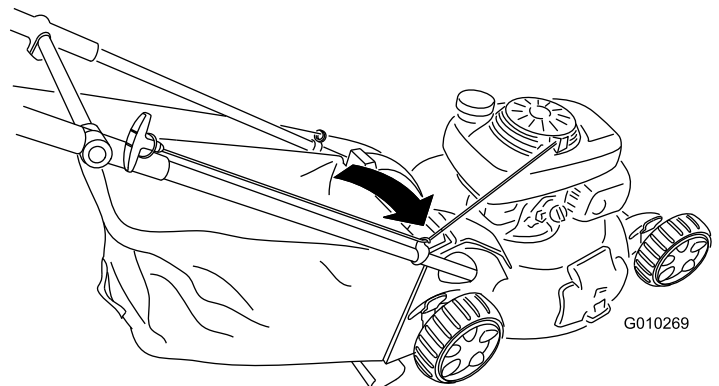

Bild 27
1. Verlegen Sie das Starterkabel um die untere Kabelführung (Bild 27).